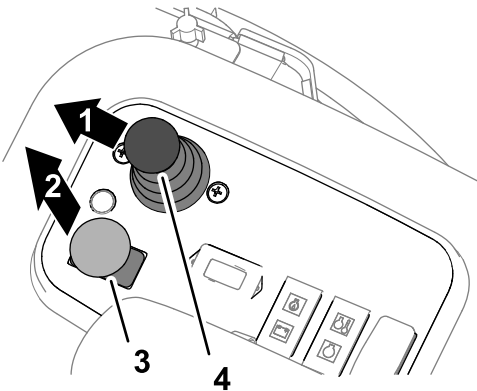

Figura 98
3. Mueva la palanca de control bajar/segat/elear hacia adelante (Figura 98).